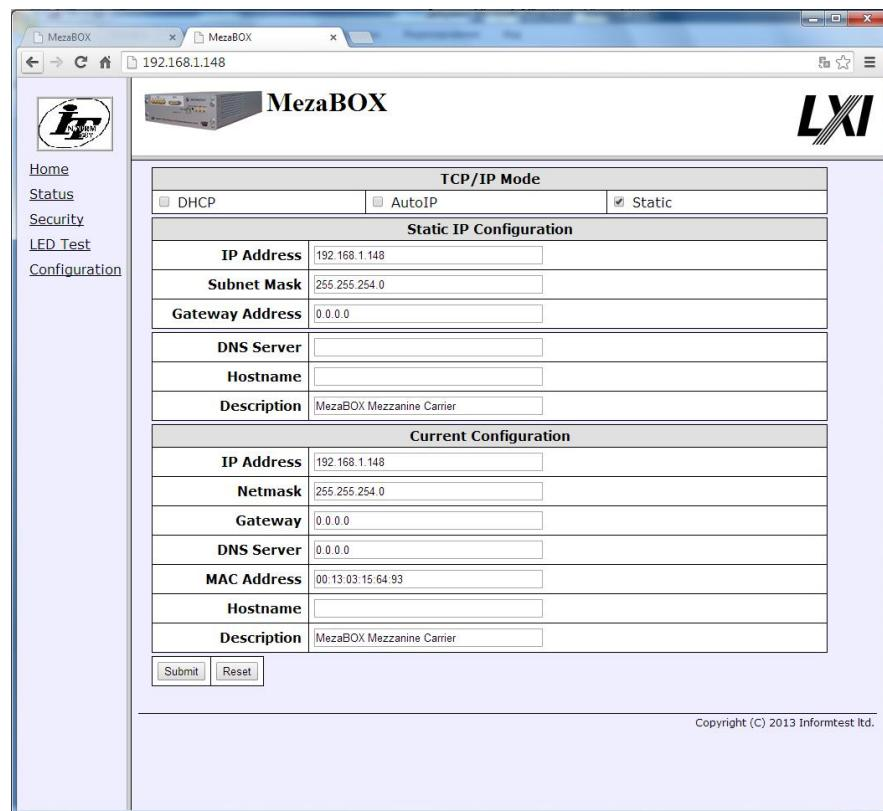

Рисунок 17
5) **Configuration** – конфигурирование работы lan, а также отображение текущей конфигурации (рисунок 17) .